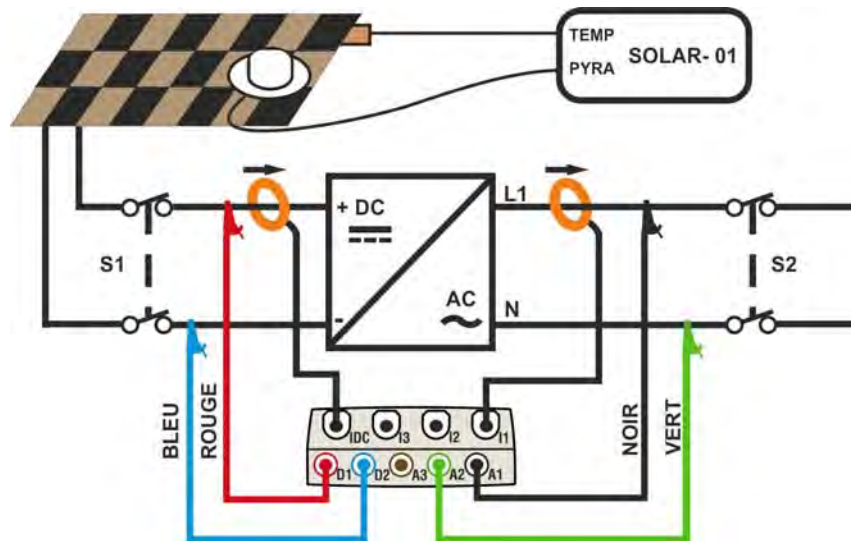

Fig. 159 : Connexion de l'instrument à un système FV-1 avec SOLAR-01
2. Connecter les entrées **D1** et **D2** respectivement aux pôles positif et négatif de sortie de la chaîne. Connecter les entrées A1, A2 aux conducteurs de Phase et Neutre en respectant les couleurs indiquées à la Fig. 159.
3. Connecter la pince de courant DC au conducteur positif de sortie de la chaîne **en respectant la direction de la flèche** se trouvant sur la pince même comme il est indiqué à la Fig. 159. **Contrôler l'état des batteries internes de la pince avant la connexion.**
4. Connecter la pince AC au conducteur de Phase L1 **en respectant la direction de la flèche** se trouvant sur la pince même comme il est indiqué à la Fig. 159. Connecter la sortie de la pince à l'entrée **I1** de l'instrument.